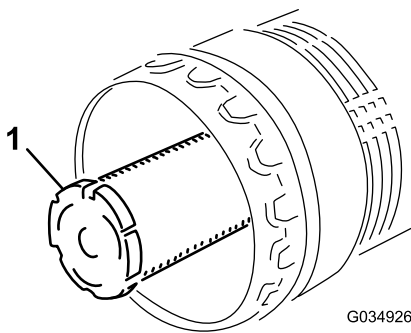

Figure 81
**Remarque:** Remplacez l'élément secondaire une fois sur trois, quand vous effectuez l'entretien du préfiltre (Figure 81).